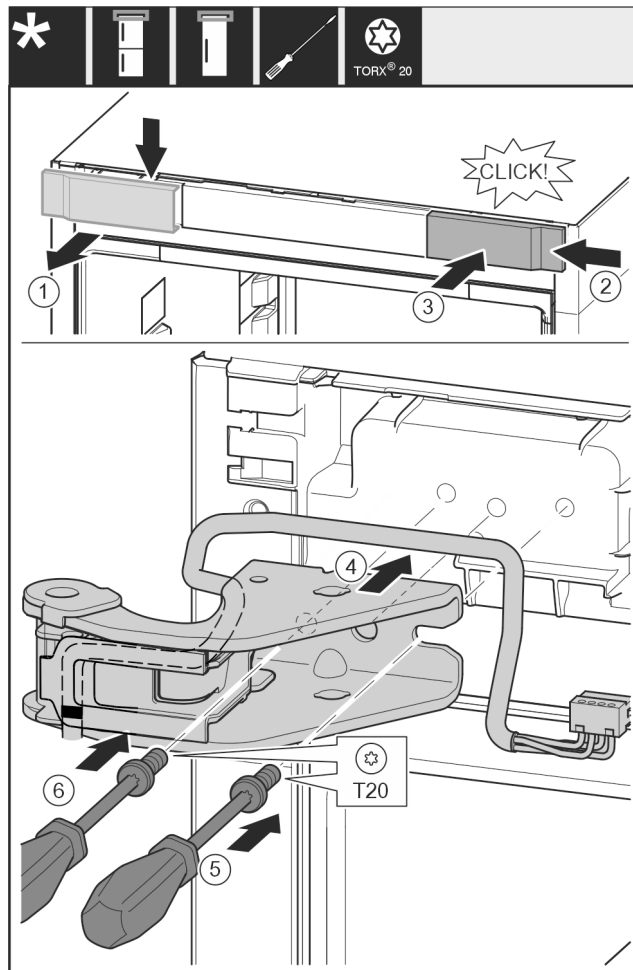

Fig. 22
- ▶ Зніміть кришку вгору вперед. Fig. 22 (1)
- ▶ Почепіть кришку, що повернута на 180°, з іншого боку праворуч. Fig. 22 (2)
- ▶ Зафіксуйте кришку. Fig. 22 (3)
- ▶ Встановіть верхній опорний кронштейн. Fig. 22 (4)
- ▶ Встановіть та закрутіть гвинт за допомогою викрутки T20. Fig. 22 (5)
- ▶ Встановіть та закрутіть гвинт за допомогою викрутки T20. Fig. 22 (6)